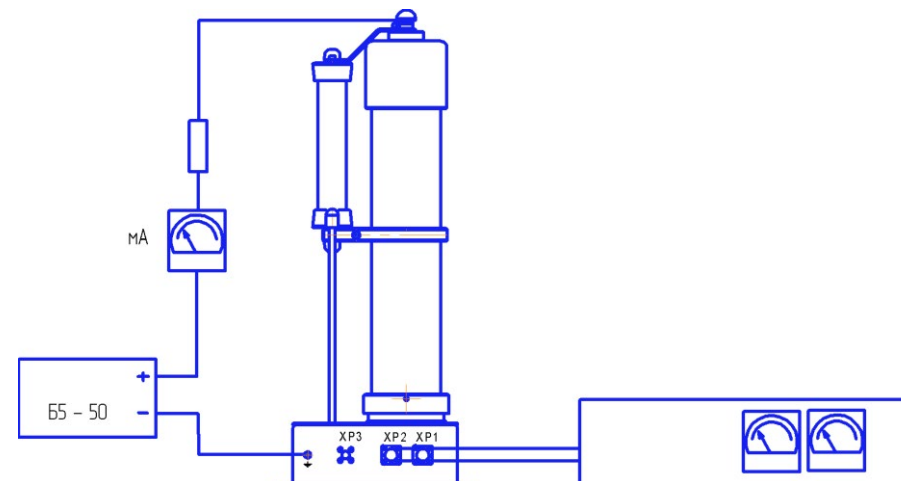

Рис.3
- собирают с соблюдением полярности последовательную цепь (Рис.3): корпус аппарата – минус источника питания Б5-50 - плюс источника - контрольный миллиамперметр М2020 - резистор МЛТ 10кОм (0,5 – 2Вт) - "высоковольтный вывод аппарата - корпус аппарата ("земля");